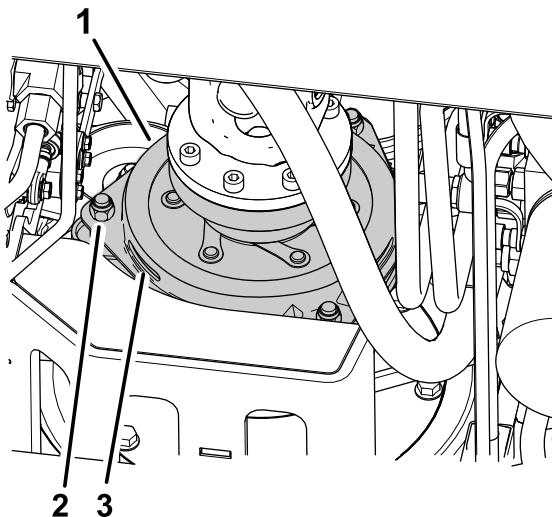

Bild 80
3. Stellen Sie den Abstand so ein, dass eine 0,3 mm Führerlehre mit leichtem Druck zwischen die Kupplungsauskleidung und die Bremsscheibe passt (Bild 80).
Hinweis: Drehen Sie die Einstellmuttern nach rechts, um den Abstand zu verringern (Bild 80). Der maximale Betriebsabstand beträgt 0,6 mm. Stellen Sie alle drei Luftspalte auf 0,4 mm ein.